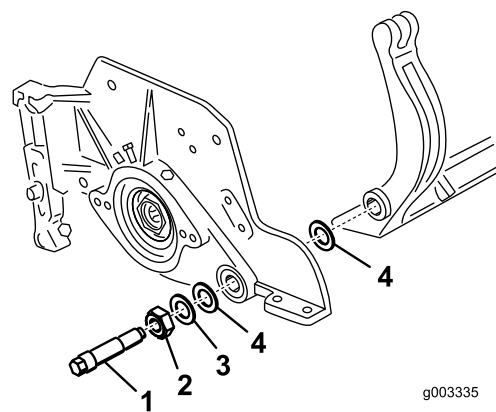
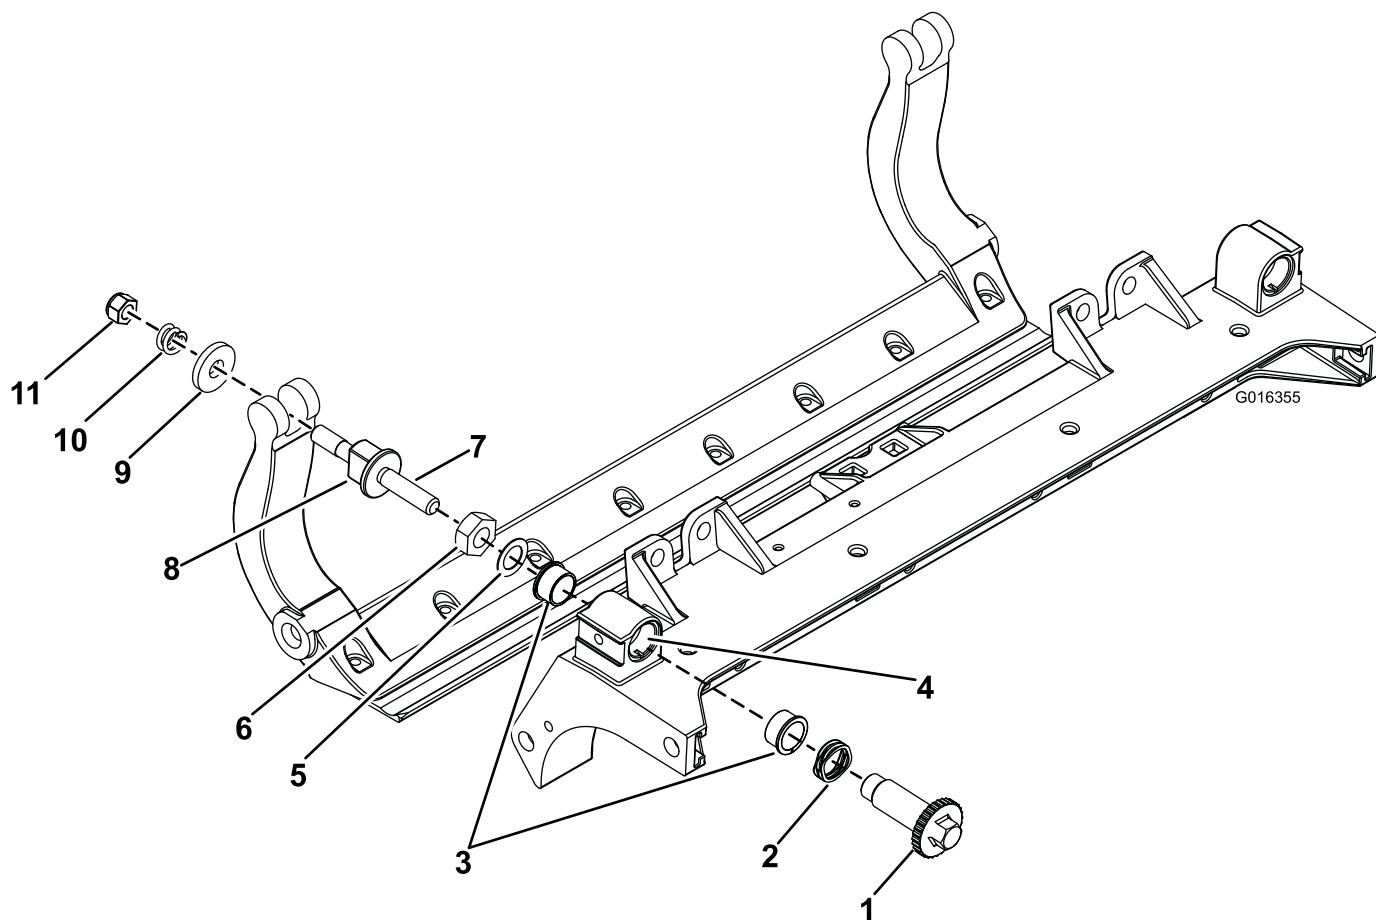

Figure 30
Figure 32
la rondelle en acier estampé situées de chaque côté de la barre d'appui (Figure 30).
2. Fixez la barre d'appui sur chaque plaque latérale au moyen des boulons (munis d'écrous) et des 6 rondelles. Une rondelle en nylon doit être placée de chaque côté du bossage de la plaque latérale. Placez une rondelle en acier à l'extérieur des rondelles en nylon extérieures (Figure 30). Serrez les boulons de la barre d'appui à un couple de 27 à 36 N m.
en acier à l'extérieur de chaque rondelle en nylon (Figure 32). Serrez les boulons de la barre d'appui à un couple de 37 à 45 N·m. Serrez les contre-écrous jusqu'à ce que les rondelles d'acier extérieures cessent de tourner et que le jeu axial soit supprimé, mais ne serrez pas excessivement et ne faites pas fléchir les plaques latérales. Les rondelles peuvent présenter un espace à l'intérieur (Figure 30).
1. Déposez toutes les pièces (voir les *Instructions d'installation* du Kit DPA renforcé, modèle n° 120-7230 et Figure 32).
2. Appliquez du produit antigrippage « Never Seize » à l'intérieur du logement des bagues sur le cadre central du plateau de coupe (Figure 32).
3. Alignez les clavettes des bagues à embases sur les fentes de leur logement sur le cadre, et mettez les bagues en place (Figure 32).
4. Posez une rondelle ondulée sur l'axe de réglage et insérez l'axe dans les bagues à embase sur le cadre du plateau de coupe (Figure 32).
5. Fixez l'axe de réglage avec une rondelle plate et un contre-écrou (Figure 32). Serrez le contre-écrou à un couple de 20 à 27 N·m.